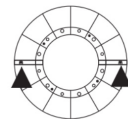

Рис. 2
- Вентилятор поставляется с разобранным основанием (1). Запрещается включать вентилятор без основания (1).
- Для сборки основания (1) используйте крестовую или плоскую отвертку (не входит в комплект поставки).
- Расположите корпус вентилятора (3) горизонтально.
- Соберите основание (1): совместите половинки основания (1) (рис. 1) и скрепите их, используя 2 крепежных шурупа (рис. 2).